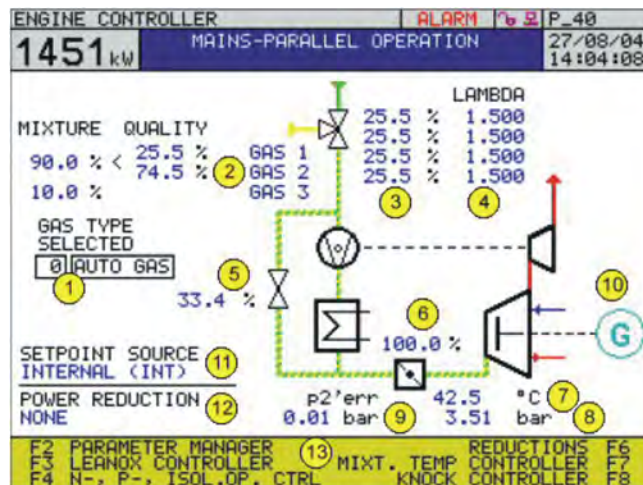

Abbildung 2: Übersichtsbild Motorregler mit Erweiterungen für Mischgasbetrieb
Beim Wechsel der Modi wird die aktuelle Gasart 1_2, Gasart 3 oder Gasart 1_2/3 (Mischgas) beibehalten. Im Eingabefeld (siehe Abbildung 2: Übersichtsbild Motorregler mit Erweiterungen für Mischgasbetrieb ①) sind **Gas 1_2**, **Gas 3** und **Gas 1_2/3** anwählbar.
Beim Wechsel der Modi wird die aktuelle Gasart 1, Gasart 3 oder Gasart 1/3 (Mischgas) beibehalten. Im Eingabefeld (siehe Abbildung 2: Übersichtsbild Motorregler mit Erweiterungen für Mischgasbetrieb ①) ist **Gas 1**, **Gas 3** und **Gas 1/3** anwählbar.
Mittels der Autogas Anwahl (siehe Abbildung 2: Übersichtsbild Motorregler mit Erweiterungen für Mischgasbetrieb ①) kann die manuelle Anwahl der Gasart deaktiviert werden. Die Anwahl erfolgt in diesem Fall in Abhängigkeit der Steuerungseingänge.